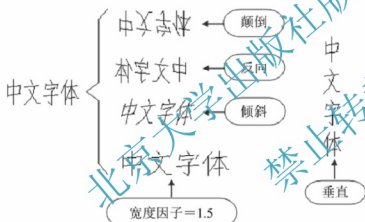

图 5-4 文字的各种显示效果
(4) 【效果】选项组：用于设置文字的显示效果，如图 5-4 所示。其中，文字倾斜角的输入值在-85~85 有效；True Type 字体的垂直定位不可用。